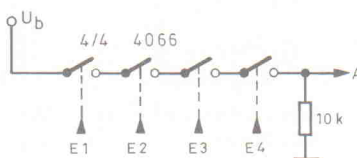

Bild 31. Analogschalter als AND-Gatter mit vier Eingängen.
**AND-Gatter mit vier Eingängen:** A wird nur dann H, wenn alle  $E=H$  (Bild 31);